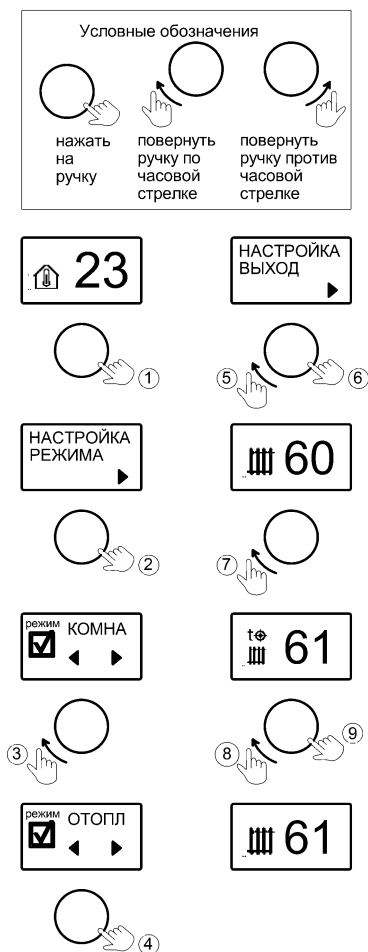
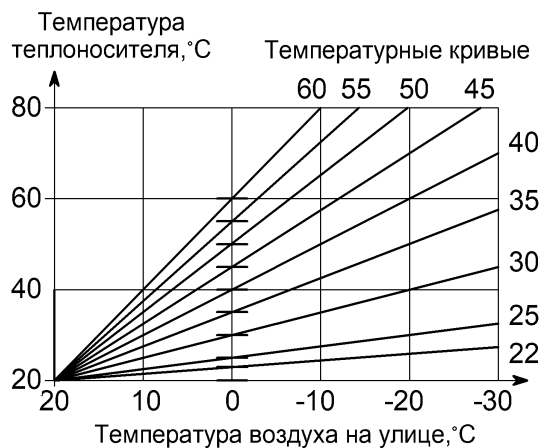
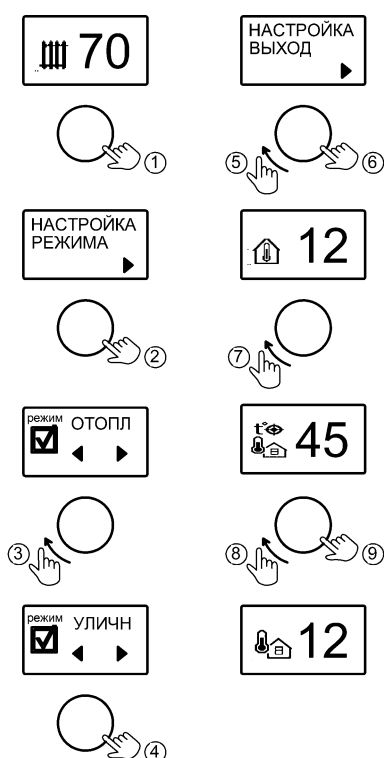

Рисунок 4. Выбор и настройка температуры режима «ОТОПЛЕНИЕ»
Рисунок 6. Зависимость температуры теплоносителя от температуры воздуха на улице
Рисунок 7. Выбор и настройка температуры режима «УЛИЧНЫЙ»
9.1 «ОТОПЛЕНИЕ» – режим поддержания температуры тепло-носителя. Датчики температуры воздуха в алгоритме не участвуют. Заводская настройка температуры теплоносителя **70°C**. Активация режима и настройка температуры показана на рис.4. Температуру можно задать в диапазоне от +8°C до +85°C.
9.3 «УЛИЧНЫЙ» – режим поддержания температуры теплоносителя в зависимости от температуры воздуха на улице по одной из погодозависимых кривых (см. рис. 6). Датчик температуры воздуха устанавливается на улице.
Заводская настройка - 40. Это означает, что при 0°C на улице, температура теплоносителя будет +40°C. При понижении температуры на улице до -10°C, температура теплоносителя увеличится и составит около +50°C. Для изменения заводской настройки нужно в соответствии с рис. 6 выбрать ту кривую, при которой в помещении станет комфортно. Если в помещении холодно - следует выбрать кривую с большим номиналом, если жарко - с меньшим. Чем больше величина теплопотерь здания, тем выше номер кривой. Активация режима и изменения значения кривой ПЗУ показано на рис. 7.
10.1 Во вкладке «РЕЖИМ РАБОТЫ», выбирается основной режим работы котла («ОТОПЛЕНИЕ», «КОМНАТНЫЙ», «УЛИЧНЫЙ») - см. рис. 4, рис.5, рис.6.
Подключение должен выполнять квалифицированный специалист. При выборе роли «КОМНАТНЫЙ» и активации режима «КОМНАТНЫЙ» (см. рис.5) котел будет поддерживать заданное значение температуры воздуха в помещении. При выборе роли «УЛИЧНЫЙ» и активации режима «УЛИЧНЫЙ» (см. рис.6) котел будет поддерживать температуру теплоносителя в зависимости от температуры воздуха на улице. Чем ниже будет температура воздуха на улице, тем будет выше температура теплоносителя.